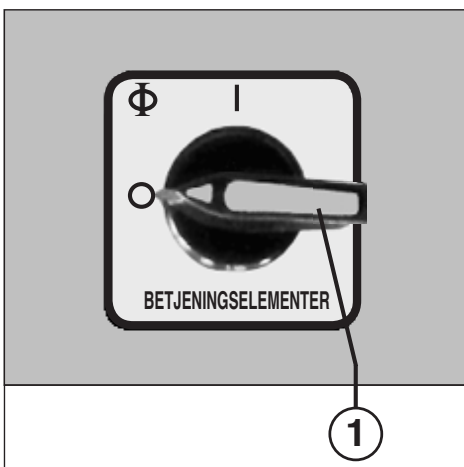

Fig. 1
## BETJENINGSELEMENTER (fig. 1, 2 og 4):
- 1 = Hovedafbryder (nødstop) (fig. 1)**